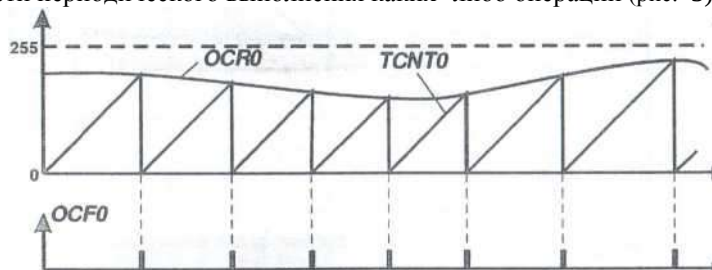

Рис. 3. Режим работы CTC (clear to compare-очистка при совпадении) таймера TO
В режиме фазового ШИМ счетный регистр TCNT0(2) формирует пилообразный сигнал развертки с нарастающим и спадающим фронтами. Сначала регистр инкрементирует свое значение от 0 до 255, а затем происходит его декремент от 255 до 0 (рис. 3, а).
Если при превышении значения, содержащимся в счетном регистре TCNT0(2), значения, содержащегося в регистре сравнения OCR0(2) происходит обнуление вывода OC0(2) таймера, то ШИМ является неинвертирующим (рис. 3, б). В противном случае ШИМ - инвертирующий (рис. 3, в).
В нормальном режиме работы счетный регистр TCNT0 изменяется от 0 до 255 и далее продолжает счет. В режиме «очистка при совпадении» значение уставки записывается в регистр OCR0. Когда значение счетного регистра TCNT0 доходит до уставки OCR0, регистр TCNT0 автоматически очищается, а таймер - перезапускается. Этот режим очень удобен при необходимости периодического выполнения каких-либо операций (рис. 3).